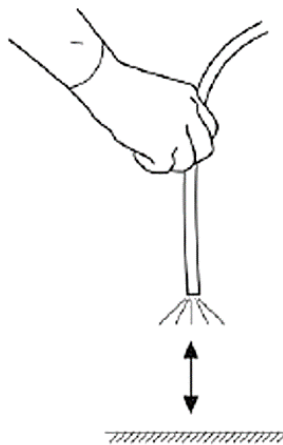

Figura 2.8
3. Aponte a extremidade distal do endoscópio para um objeto adequado e mova-o entre 1 cm e 6 cm. cm de distância do objeto. Confirme se o brilho da imagem na tela permanece estável . (Veja a Figura 2.8 )